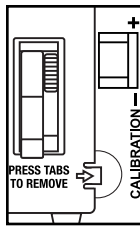

Figure 3 – Étalonnage
8. Le gradateur peut avoir à être réglé aux faibles intensités pour que certaines lampes connectées à certains ballasts s'allument correctement. Pour cela, COUPER L'ALIMENTATION DU CIRCUIT et retirer la plaque murale. Utiliser un petit tournevis plat isolé pour régler le potentiomètre qui est accessible à travers la fente (« CALIBRATION ») située sur la bande (Figure 3). Tourner la mollette vers le bas pour augmenter le réglage de l'intensité lumineuse minimale et tourner la mollette vers le haut pour réduire l'intensité lumineuse. Ensuite, remonter la plaque murale, remettre sous tension et tester. Répéter les étapes ci-dessus au besoin.